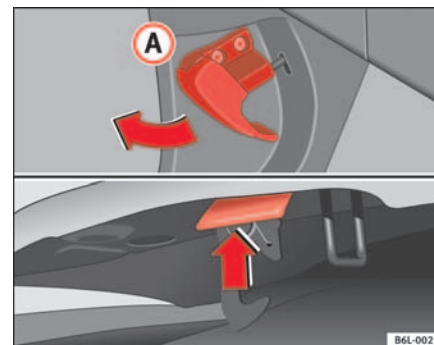

Fig. 121 Detalle de la zona reposapiés del lado del conductor: palanca para el desbloqueo del capó del motor.
- Tire de la palanca que se encuentra bajo el tablero de instrumentos ⇒ fig. 121 en el sentido que indica la flecha. El capó queda desbloqueado por la acción resorte del muelle ⇒ ⚠.